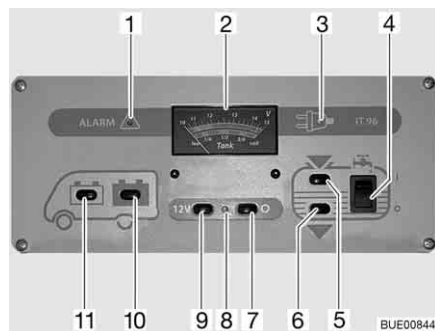

Fig. 129 Panel IT 96-2
El interruptor principal de 12 V (Fig. 129,7 y 9) conecta y desconecta el panel y la alimentación de 12 V del habitáculo.
- Pulsar el interruptor (Fig. 129,9) "12 V": La alimentación de 12 V del habitáculo está conectada. La luz de control (Fig. 129,8) se enciende de color verde.
- Pulsar el interruptor (Fig. 129,7) "O": La alimentación de 12 V del habitáculo está desconectada. La luz de control (Fig. 129,8) se apaga.
Observar la escala superior del instrumento indicador V/depósito (Fig. 129,2). El instrumento indicador se ilumina automáticamente al accionar el interruptor.
- Pulsar el interruptor (Fig. 129,11) "موتور": Indica la tensión de la batería del motor de arranque.
- Pulsar el interruptor (Fig. 129,10) "مركبة": Indica la tensión de la batería del habitáculo.
Observar la escala inferior del instrumento indicador V/depósito (Fig. 129,2). El instrumento indicador se ilumina automáticamente al accionar el interruptor.
- Pulsar el interruptor (Fig. 129,5) : Indica la cantidad de agua.
- Pulsar el interruptor (Fig. 129,6) : Indica la cantidad de aguas residuales.
Conectar: ■ Pulsar el interruptor basculante (Fig. 129,4) por arriba "I": El suministro de agua está conectado.
Desconectar: ■ Pulsar el interruptor basculante (Fig. 129,4) por abajo "O": El suministro de agua está desconectado.
La luz roja de "ALARMA" (Fig. 129,1) parpadea en cuanto la tensión de la batería del habitáculo baja de 11 V (medición durante el servicio) y hay peligro de descarga completa.
Se enciende la luz de control de 12 V (Fig. 129,8) cuando se conecta el interruptor principal de 12 V (Fig. 129,9).
Se enciende la luz de control de 230 V (Fig. 129,3) amarilla cuando hay tensión de red en la entrada del bloque eléctrico.